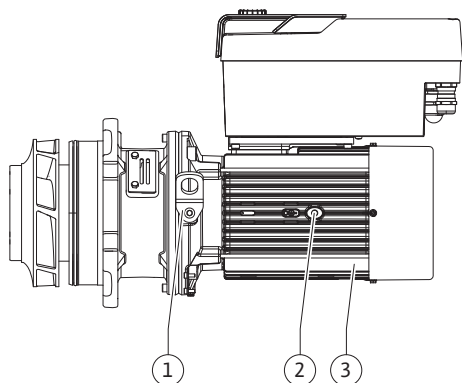

Fig. 108: Unidade de impulsor motor
13. Introduzir a unidade de impulsor motor (ver Fig. 108) no corpo da bomba, na posição anterior ou noutra ângulo pretendido. Respeitar aqui as posições de instalação autorizadas dos componentes (ver capítulo «Posições de instalação autorizadas e alteração da disposição dos componentes antes da instalação» [► 25]).
14. Recomenda-se a utilização das cavilhas de montagem (ver capítulo «Acessórios» [► 21]). Depois de a guia da lanterna engrenar perceptivelmente (cerca de 15 mm antes da posição final), já não existe perigo de basculamento ou de encravamento. Após a fixação da unidade de impulsor motor com, pelo menos, um parafuso (Fig. I/III, pos. 10, ou Fig. III/IV, pos. 29), os meios de fixação podem ser removidos dos olhais de transporte.
15. Enroscar os parafusos (Fig. I/III, pos. 10, ou Fig. III/IV, pos. 29), mas ainda não apertá-los definitivamente. Ao enroscar os parafusos, a unidade de impulsor motor é puxada para dentro do corpo da bomba.